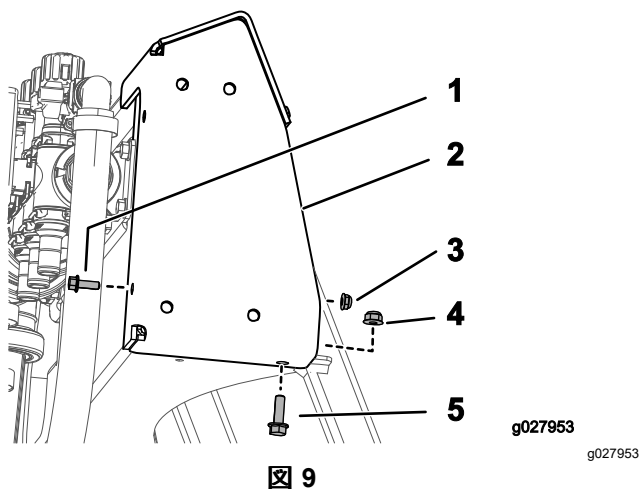

図 9
1. 図 9 のように、上側ブラケットを取り付けるボルト 1/4 x 3/4" 1本、ナット 1/4-20" 1個、ウィズボルト 5/16-18 x 1" 1個、フランジナット 5/16-18" 1個を使用する。